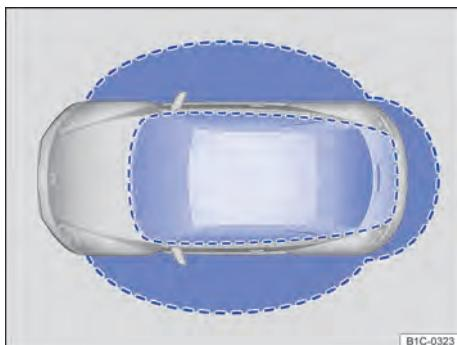

Fig. 29 Sistema de travamento e de partida Keyless Access sem chave: áreas de aproximação.
Keyless Access é um sistema de travamento e de partida sem chave, com o qual o veículo pode ser destravado e travado sem o uso efetivo da chave do veículo. Para isso, é necessário que apenas uma chave do veículo válida esteja na área de aproximação → Fig. 29 do veículo e que uma superfície dos sensores nas maçanetas das portas → Fig. 30 seja tocada, ou o logo Volkswagen da tampa traseira → Página 54 seja acionado → ①.
Se houver uma chave do veículo válida em uma área de aproximação → Fig. 29, o sistema de travamento e de partida Keyless Access sem chave atribui uma autorização de acesso a essa chave assim que a superfície do sensor da maçaneta da porta do condutor ou do passageiro dianteiro for tocada ou o logo Volkswagen da tampa traseira for tocado. Em seguida, são possíveis as seguintes funções sem o uso efetivo da chave do veículo:
Se o veículo estiver travado e uma chave do veículo válida se encontrar na área de aproximação ⇒ Fig. 29 da tampa traseira, esta será destravada automaticamente ao ser aberta.